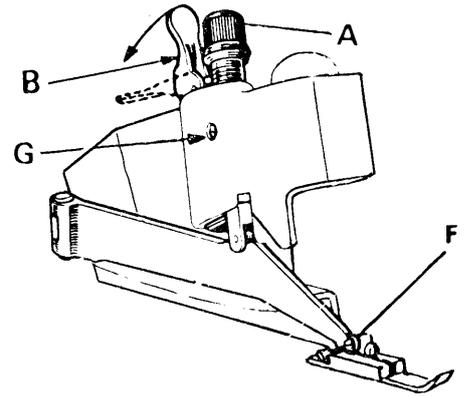

fig. 22
4. Abbassare a fondo la levetta B (fig. 22).
c) Posizionamento e regolazione pressione del piedino (fig. 22)